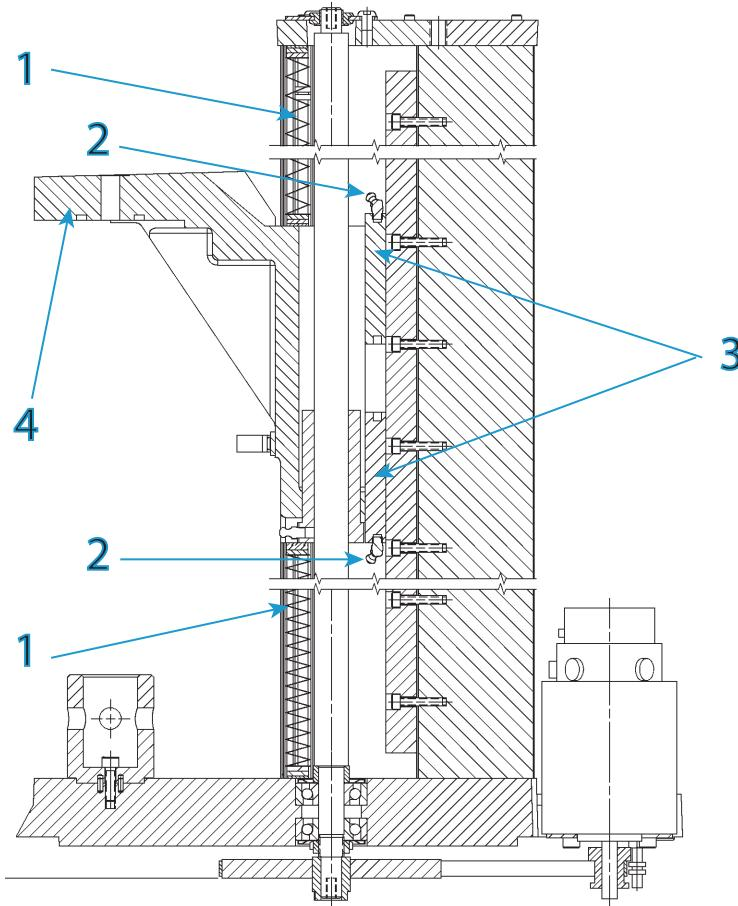

Figura 23. Lubrificazione carrelli guida lineari
Legenda per Figura 23
1. Accertarsi che l'interruttore di alimentazione sia in posizione Off (0) e scollegare il cavo dall'alimentazione. Verificare che nessun LED sia illuminato sul pannello indicatore.
6. Collegare i coperchi delle viti a ricircolo di sfere dalla traversa e farli scorrere dalla traversa. Vedere la Figura 23 a pagina 130 per individuare l'ingrassatore su ogni carrello.